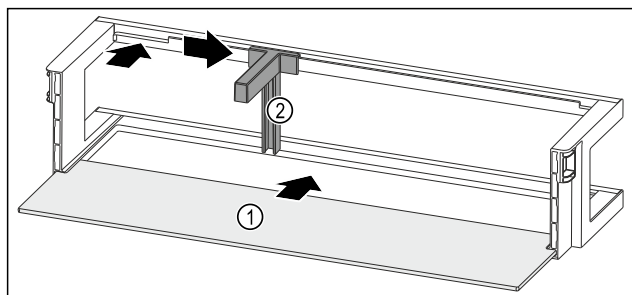

Fig. 99 Deurrek met draagplateau
- Draagplateau Fig. 99 (1) in de zijdelingse uitsparingen schuiven.
- Flessenhouder Fig. 99 (2) in de uitsparing plaatsen.
- Flessenhouder Fig. 99 (2) in de gewenste positie opzij schuiven.